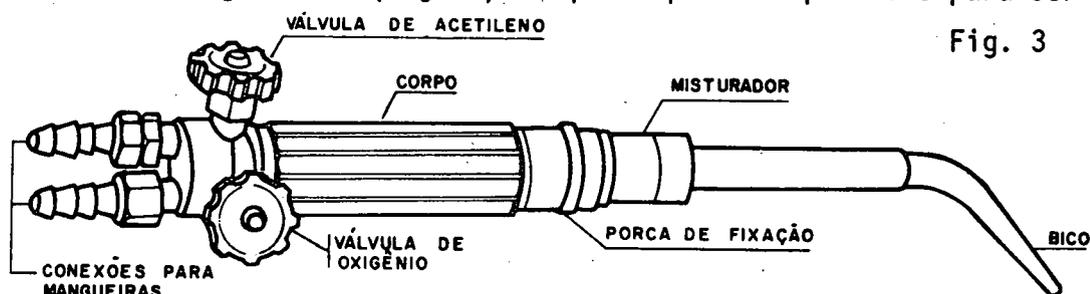

Fig. 3
*Maçarico de baixa pressão:* (fig. 3) é aquele que está previsto para ser uti-